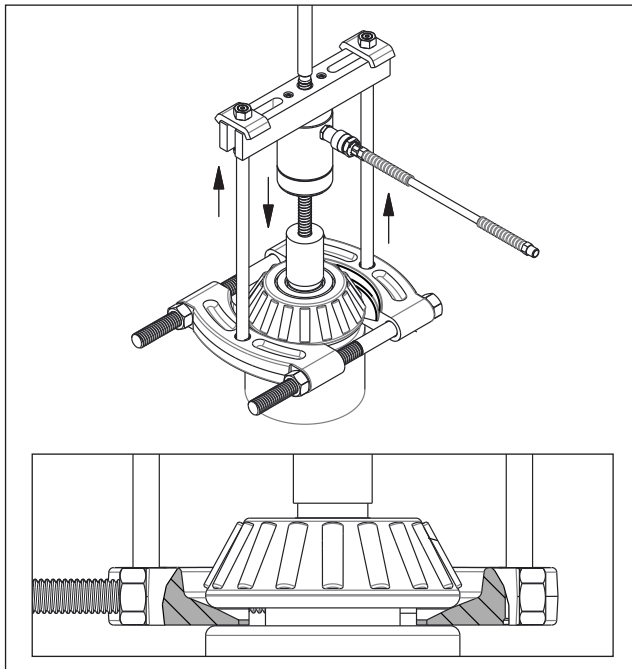

Figura 12, Separador de cojinetes - Orientación "B" (normal)
Sin embargo, para aplicaciones donde el espacio de trabajo sea extremadamente limitado, puede ser necesario iniciar el proceso de extracción con el accesorio instalado en la orientación "B", tal como se muestra en la figura 12. En esta orientación, el lado *rebajado* de cada mitad del separador se coloca contra la pieza que debe extraerse.
- Monte el extractor en el cojinete a extraer. Alinee las patas del extractor y las mordazas del extractor. Véase figura 12.